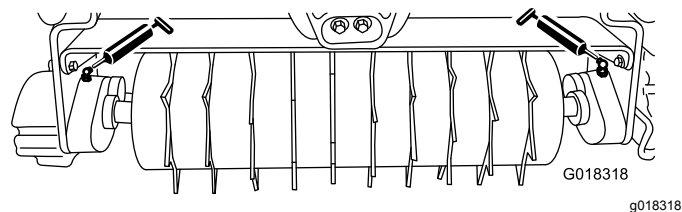

図 6
各スパイカユニットにはグリスフィッティングが2つあります(図 6)から、15 運転時間ごとに #2 リチウム系汎用グリスを注入してください。ハンドガンを使って手作業でグリスアップするのがベストです。
2. スパイカのシャフトにグリスを注入する手に圧力を感じるまでポンプ動作を続ける(図 6)。